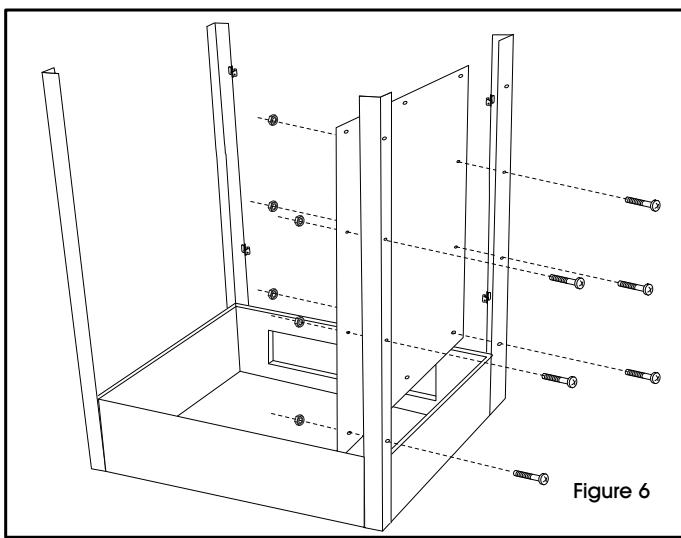

Figure 6
2. Attach side panel with 6 large bolts and 6 large nuts. Lip must face towards desk top. (See Figure 6)
Fixez le panneau de côté en utilisant 6 grands boulons et 6 grands écrous. La bordure doit faire face au dessus du pupitre. (Voir la figure 6)